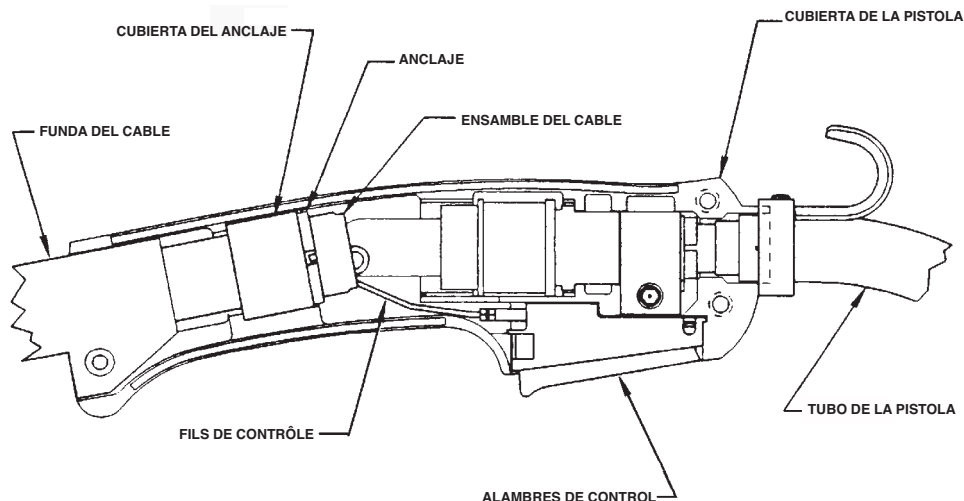

FIGURA D.3
- j. Ensamble el cable en el lado izquierdo de la manija de la pistola; ensamble el gatillo en la cavidad de la manija adecuada. Ensamble el lado derecho de la manija de la pistola y apriete los tres tornillos que unen a la manija. Consulte la Figura D.3.